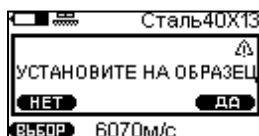

Рисунок 2.13 – Инструкция «УСТАНОВИТЕ НА ОБРАЗЕЦ»
5. Прибор проведет замер и отобразит новую инструкцию на дисплее прибора «УСТАНОВИТЕ НА ОБРАЗЕЦ» (рис. 2.13).